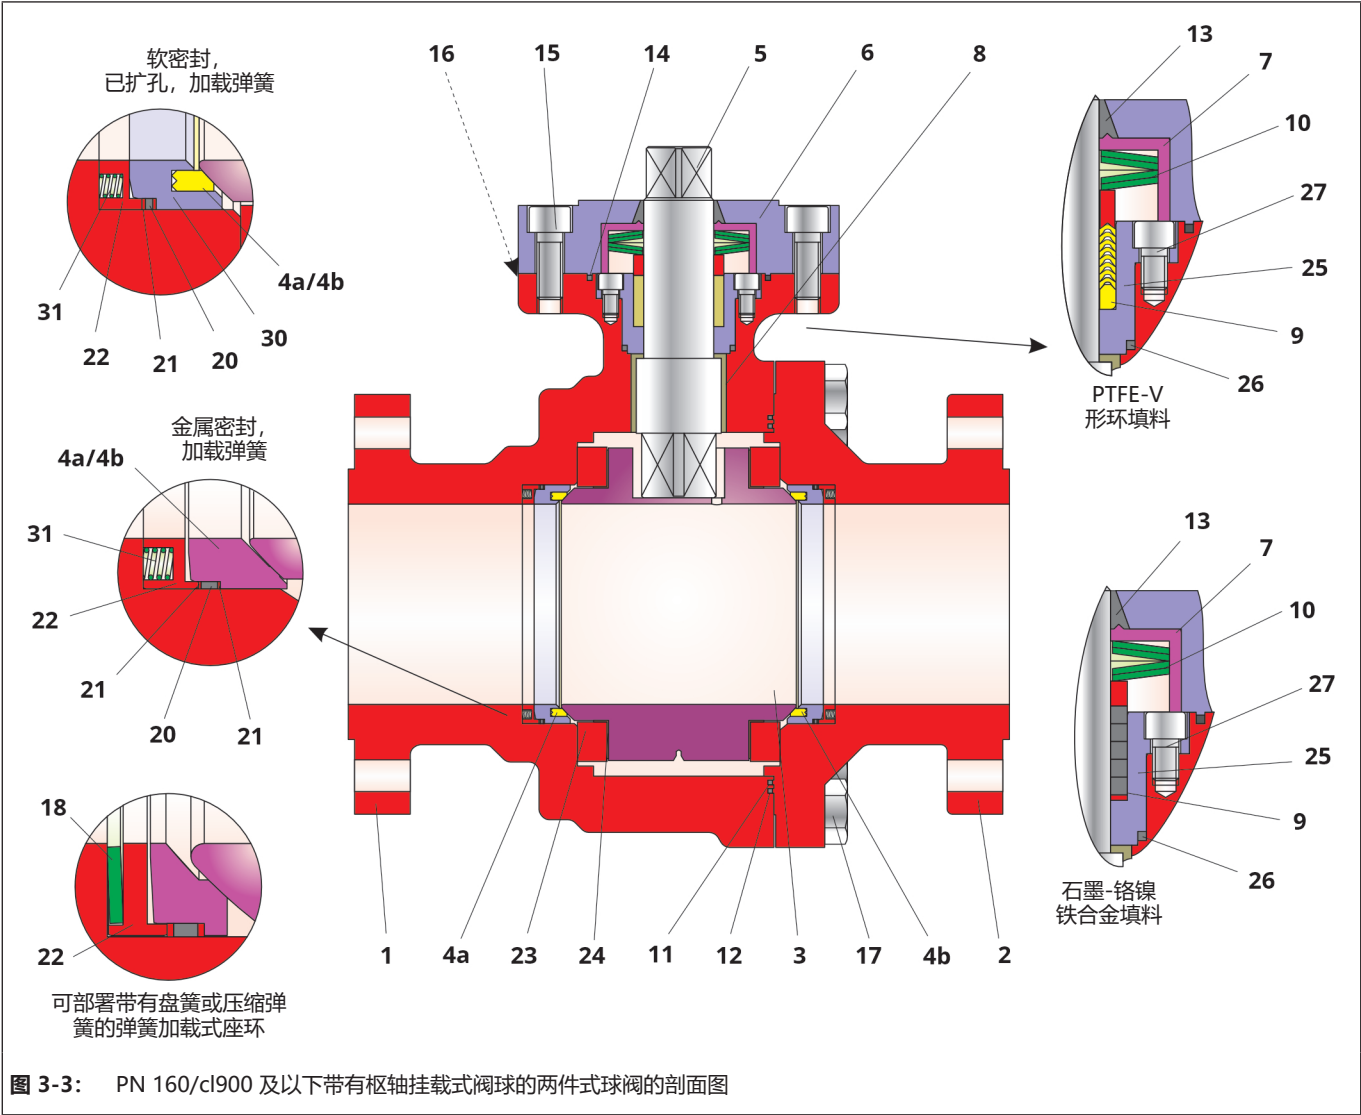

图 3-3: PN 160/cl900 及以下带有枢轴挂载式阀球的两件式球阀的剖面图
在组装期间必须遵守图 3-3 中所示各个部件的位置和排布。
⇒ 用 V 形环填料 填料 (9) 填充填料压盖衬套 (25)。有关 V 形环的排布，请参见图 3-3。
- ⇒ 用 石墨填料 (9) 填充填料压盖衬套 (25)。有关 形环的排布，请参见图 3-3。
- ⇒ 将盘簧组 (10) 放在填料 (9) 上。有关盘簧的排布，请参见图 3-3。
- ⇒ 推动衬套 (7) 经过控制轴 (5)，以使其停靠在盘簧 (10) 上并将其居中。
- ⇒ 小心向上推动碳石墨环 (13) 经过控制轴 (5)，直抵衬套 (7)。
- ⇒ 将碳石墨环 (14) 插入填料箱法兰 (6) 的沟槽。
- ⇒ 将填料箱法兰 (6) 穿过控制轴 (5) 放到主阀体 (1) 上。
- ⇒ 轻轻润滑螺钉 (15)。
- ⇒ 用螺钉 (15) 均匀调整填料箱法兰 (6) 并以交叉方式拧紧。